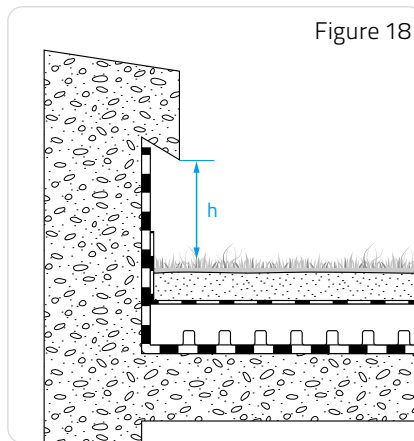

Figure 18
■ Reliefs (supports de relevés) en climat de plaine (Figure 18 et 18 bis).
Figure 18 bis